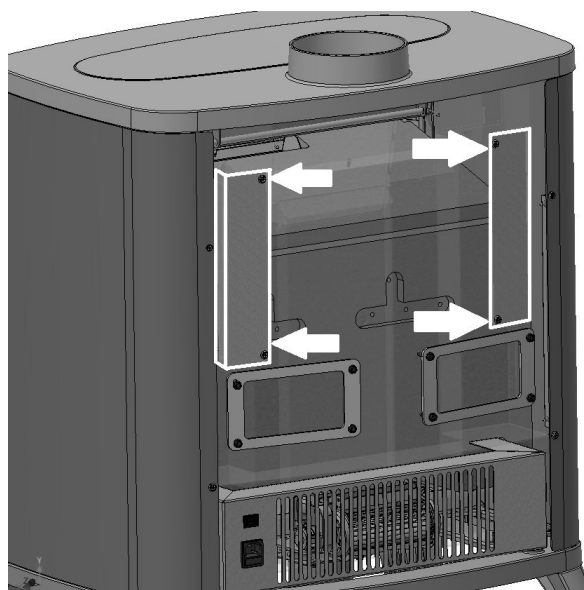

Fig. 15 - Reapriete los soportes
- Para cerrar los orificios, vuelva a apretar los soportes opuestos **Fig. 15**.